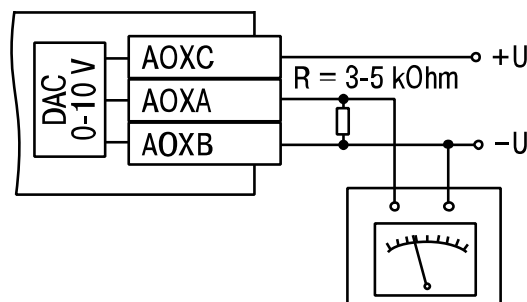

Abb. 6.1 Funktionstest
- Ein Voltmeter und einen Widerstandskasten wie in der Abbildung 6.1 anschließen.